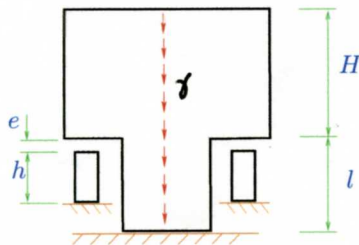

Figura 2: Columna.
2. En la Figura 2 se tiene una vista de una columna de módulo de elasticidad E , que tiene dos secciones transversales distintas. Una superior con área A_s y la inferior con área A_i . La columna está bajo el efecto de una fuerza uniformemente distribuida con densidad de carga γ tal como se muestra en la misma figura. La columna está separada en una distancia e de dos columnas con módulo de elasticidad E_c , largo inicial h y área de sección A_c .